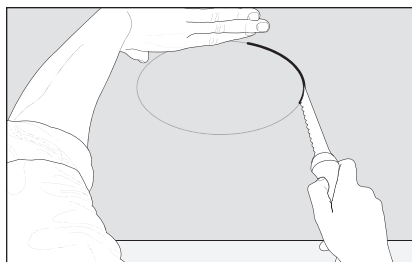

Fig. 5b
4. Enlevez le gabarit et découpez l'ouverture avec un couteau à cloison sèche (Figures 5b et 6b).